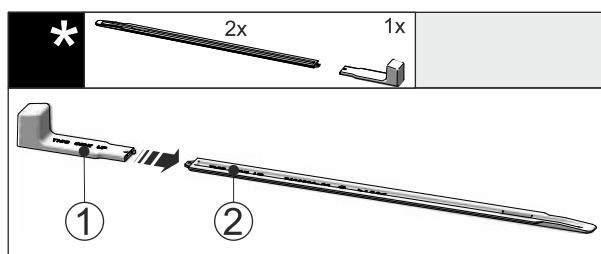

Fig. 45
- Futni dorezën e montimit Fig. 45 (1) në shinën e nivelistit Fig. 45 (2).